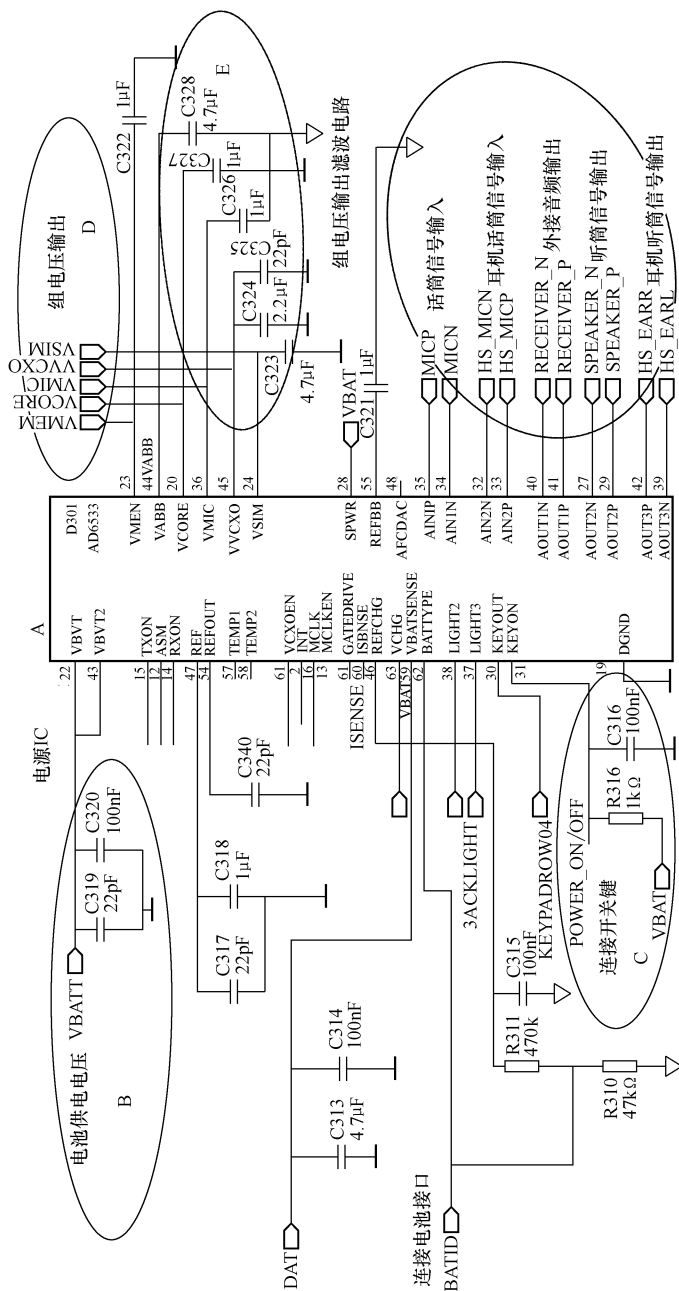

图 4-9 电源集成音频处理的 IC
如图 4-9 所示,为一个电源集成音频处理的 IC。
首先,我们从图 4-9 中 D 部分看到有 V 字母开头的英文,在部分处看到 POWER-ON/OFF 的英文,在 B 部分看到标有 VBATT 的英文,由此我们可以判断该 IC 为电源 IC。
1) 开机电路的识别。首先,我们来了解如何在手机电路原理图中识别开机电路。这很简单,只要在电源 IC 的引脚上看到有一个英文为 ON/OFF、KEYON、SW 或者 POWER,同时外接电路中连接有一个开机键或者通过内部接口连接到开机键,就说明该电路是开机电路。如图 4-9 中的 31 脚就是这样的表示,因此它就是该手机的开机电路。
① 用稳压电源加电,按下手机开机键,如果电流表上指针摆动,就说明开机电路是正常的,如果无电流反映,说明开机电路不正常。
② 用示波器测量开机键上的电压,用镊子短接开机键的两个触点,如果示波器上有电压跳变,也说明开机电路是正常的。